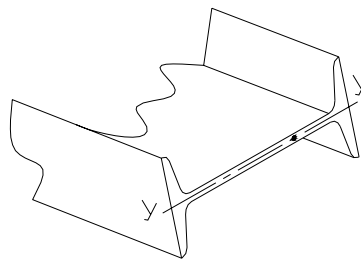

Figura 3.18
- A viga não pode trabalhar na posição indicada na figura 3.18